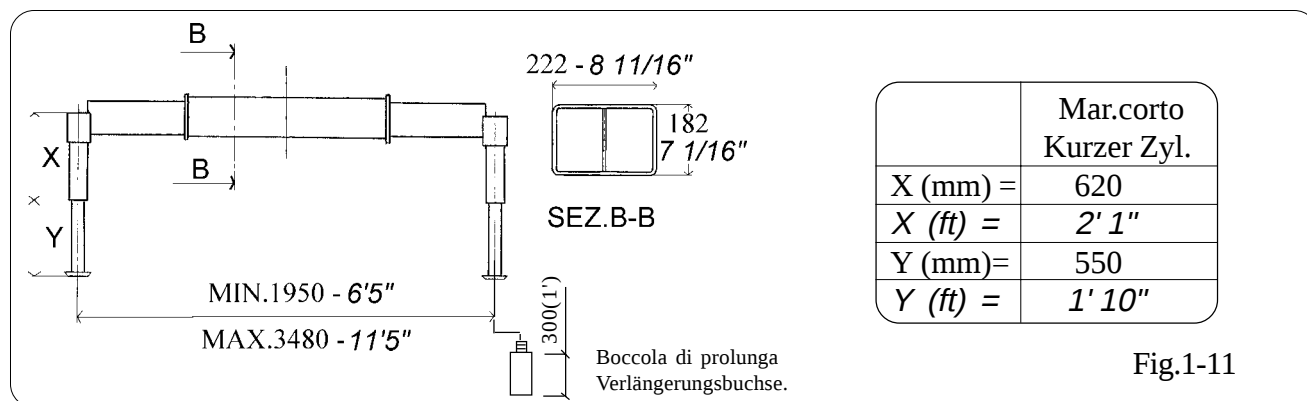

Fig.1-11
- **VERSIONE SFILABILE S 35** con sfilamento laterale manuale o idraulico e martinetti stabilizzatori di tipo corto (fig.1-11,1-10).
- **AUSZIEHBARE VERSION S 35** (Abb. 1.11, 1.12) mit manuellem oder hydraulischem Seitenauszug und langen Stützbein-zylindern.